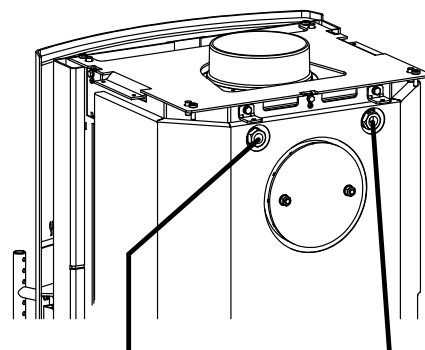

Fig. 3 Poche à sonde pour TAS Poche à sonde pour sonde de température «Contrôleur du différentiel de température»
- Insérer la sonde de température du «Contrôleur du différentiel de température» dans le poche à sonde droit et bloquer avec la vis filetée (Fig. 3).